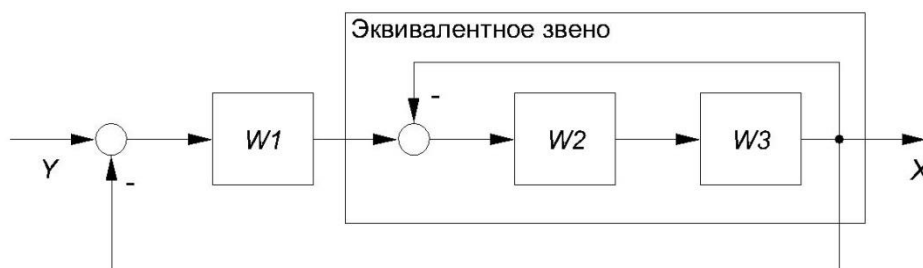

Рис. 8.1. Структурная схема динамической системы
В настоящей работе требуется произвести анализ устойчивости объекта управления, структурная схема которого изображена на рис. 8.1. Рассматриваемый объект управления состоит из двух выделенных замкнутых контуров (внешний и внутренний контуры). При этом, устойчивость объекта управления в целом будет обеспечена только при соблюдении условия устойчивости каждого из его замкнутых контуров.
На первом этапе анализируется устойчивость внутреннего контура (см. рис. 8.1), представленного последовательным соединением двух звеньев, охваченных отрицательной ОС. Анализ производится по критерию Найквиста по методике, приведенной в лабораторной работе № 7.
На втором этапе по методике анализируется устойчивость внешнего контура (см. рис. 8.1). При этом внутренний контур представляется в виде эквивалентного звена с параметрами, выбранными на первом этапе работы.
7. *Этап первый.* В созданном м-файле составить математическое описание внутреннего контура объекта управления (см. рис. 8.1).
12. *Этап второй.* Составить математическое описание внешнего контура объекта управления (см. рис. 8.1). При этом внутренний контур представляется в виде эквивалентного звена с параметрами, выбранными при выполнении пункта 10 настоящей работы.